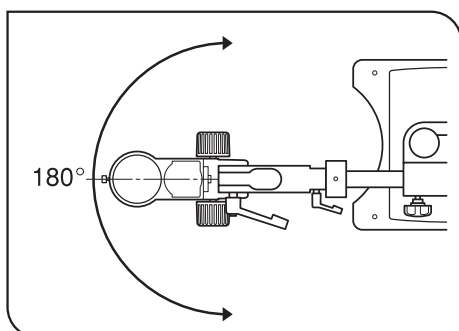

Fig. 21
6. För att vrida mikroskopet horisontellt, lossar man på klämanordningen på SZX stativarmen eller SZX mikroskopet. (Fig. 21)